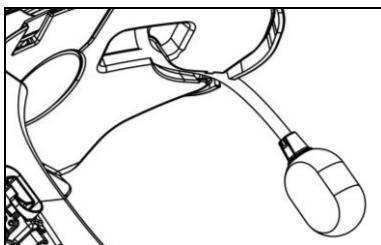

Fig. 9
- Placer mikrofonen i det relevante sæde, på styrhjelmens højre side, ved at indføre den metalliske del der findes på rilleskæringen der sidder på det lille stel til indkobling af hagebrættet (Fig. 9).